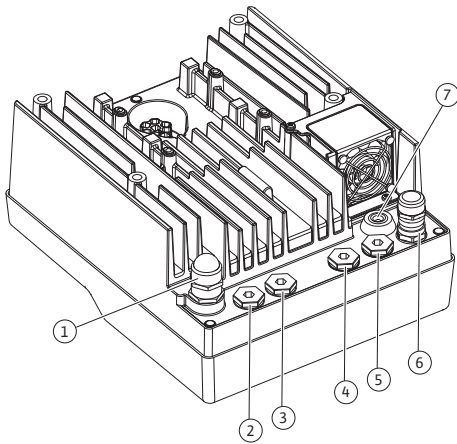

Fig. 18: Kabelforskruninger/kabelgennemføringer
4. Træk tilslutningskablet gennem kabelforskrningen M25 (Fig. 18, pos. 1). Spænd kabelforskrningen med de foreskrevne drejningsmomenter.